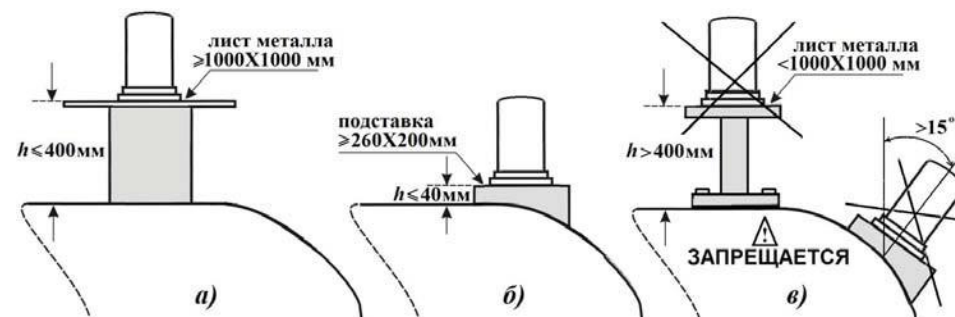

Рисунок 2
- установка антенны на металлической подставке с минимальными размерами основания 1000 x 1000 мм и высотой относительно горизонтальной поверхности крыши не более 400 мм (рисунок 2а), а также установка антенны на металлической подставке, проваренной по периметру со всех сторон, с минимальными размерами основания 260 x 200 мм (д x ш) и высотой не более 40 мм относительно горизонтальной поверхности крыши (рисунок 2б).
- установка антенны под углом более 15° относительно вертикальной оси (рисунок 2в);
- установка антенны на патрубке с фланцами (рисунок 2в);